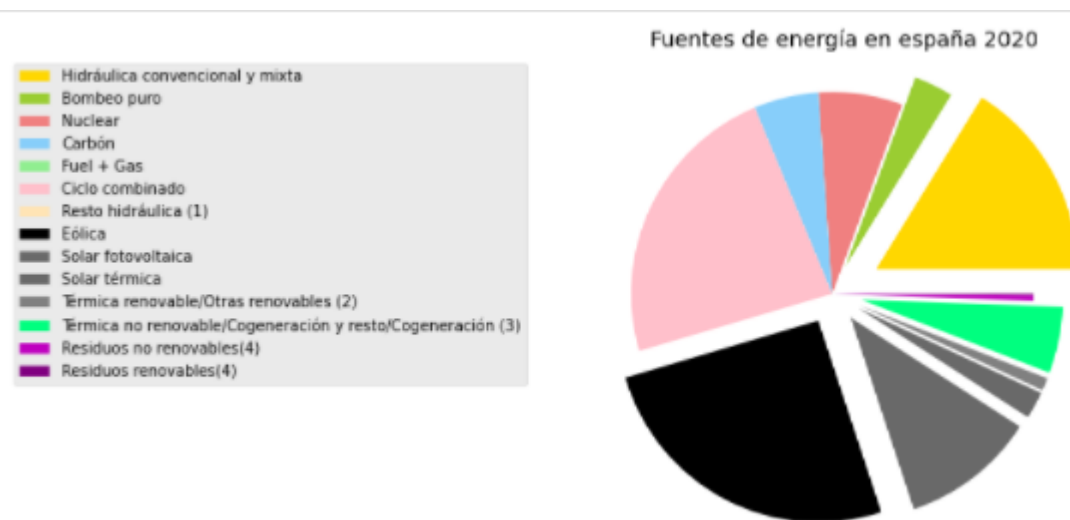

Figura 4: Fuentes de energía en España
Las formas de producir energía eléctrica en España son las que se muestran en la Figura 4, que desglosa la proporción de energía total que genera cada una. En dicha figura las fuentes renovables aparecen desplazadas respecto al centro. Se puede observar que las renovables suponen un alto porcentaje del total y, en particular, destacan las de origen hidroeléctrico. Tal como dice (15), podemos obtener más energía solar, térmica y eólica de la que necesitamos. El único problema que tenemos es que son energías intermitentes. Es decir que no podemos obtenerlas en cualquier momento, pero este problema se puede solucionar con sistemas de almacenamiento de energía.